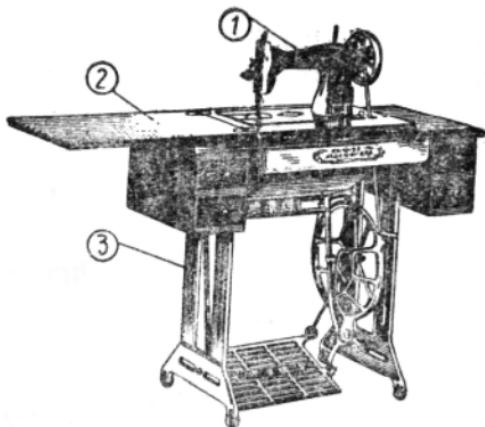

图 10
JA1-1型家用縫紉机的结构分①机头；②台板；③机架三个部分（图10）。